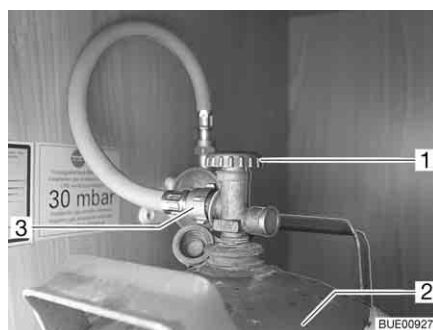

Bild 166 Gaskasten
- Haupt-Absperrventil (Bild 166,1) an Gasflasche (Bild 166,2) schließen. Pfeilrichtung beachten.
- Gasschlauch (Bild 166,3) von Gasflasche abschrauben.